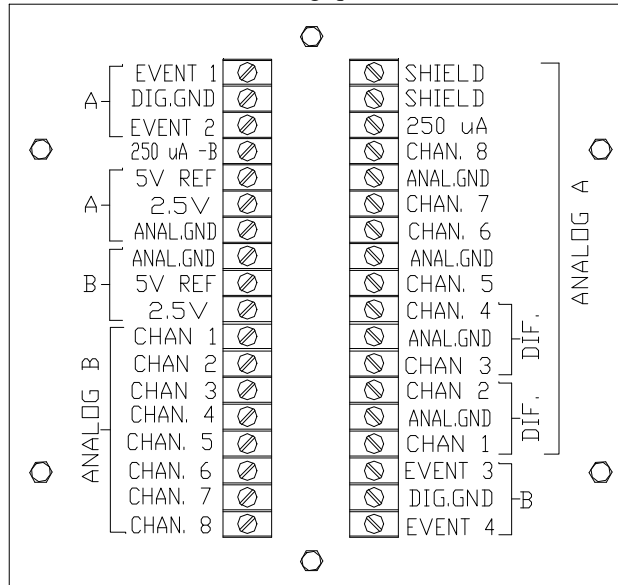

Figure 3. **TS-AIS/PNL**: terminal à contacts de 36 vis monté sur le PDAS-II.
- 1 terminal à contacts monté sur le boîtier **TS-AIS/PNL** (voir Figure 3 ci-dessous) pour les entrées et sorties analogiques du AIS, compteurs.
Pour les PDAS-II avec l'option **TS-AIS/PNL** référez à la Figure 3 pour le raccordement des entrées et sorties analogiques.